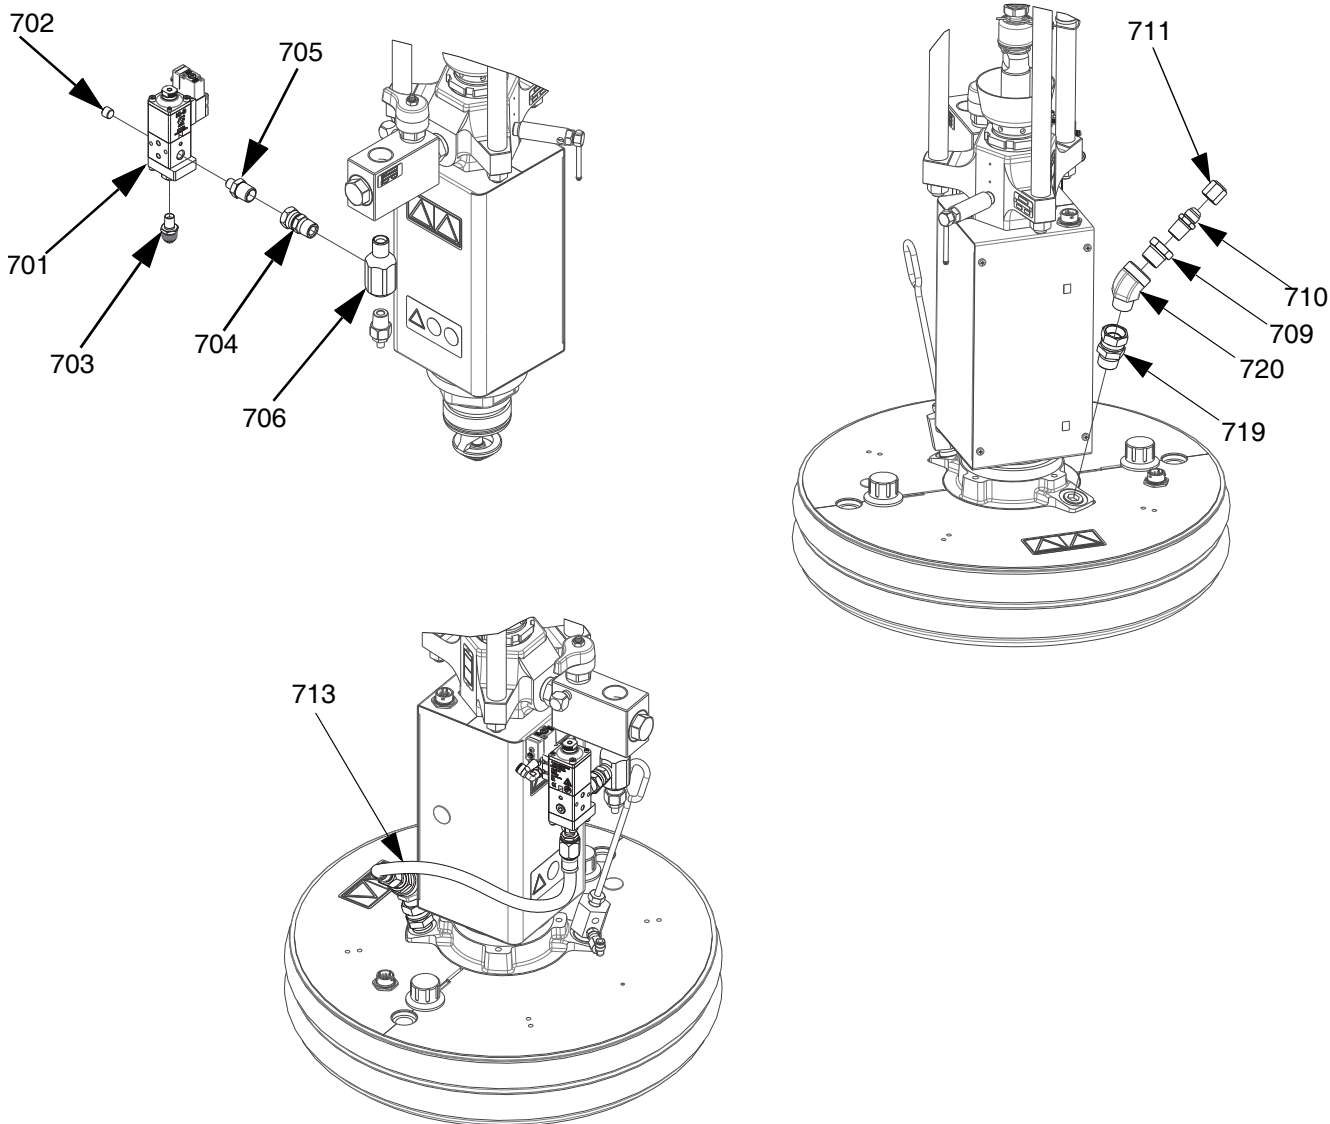

Fig. 55: Kit valvola su piatto, Uretano, 26B637
2. Scollegare il trasduttore della pressione dalla porta 5 sul comando elettrico (AB).
3. Rimuovere il raccordo del trasduttore della pressione (TF) e il raccordo a cui è collegato dalla valvola di ritegno del fluido (AE).
4. Utilizzando del nastro per filettature, installare il raccordo a T NPT 1/2 (706) nella valvola di ritegno del fluido (AE), quindi reinstallare il raccordo del trasduttore della pressione (TF) nella parte inferiore del raccordo a T NPT 1/2 (706).
5. Utilizzando nastro per filettature, installare il raccordo girevole NPT da 1/2 (705) nel raccordo a T NPT da 1/2 (706). Vedere FIG. 55.
6. Installare la valvola del piatto (701) sul raccordo girevole NPT da 1/2 (706) utilizzando l'adattatore 1/4 NPT x 1/2 NPT (704), quindi serrare.
7. Installare il tubo di ricircolo (713) sulla valvola a piastra (701) e serrare.
8. Ricollegare il trasduttore della pressione alla porta 5 sul comando elettrico (AB).